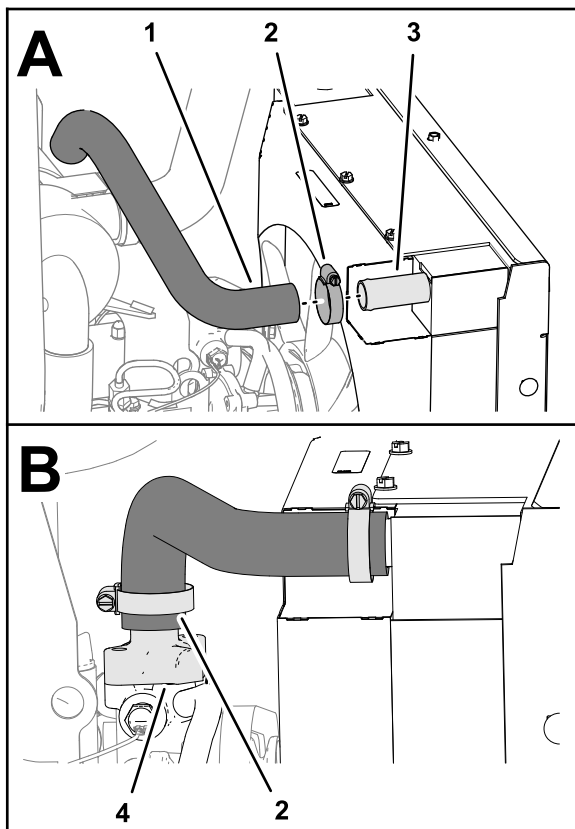

Figura 44
1. Montate il flessibile superiore del radiatore sull'entrata del radiatore senza serrare (Figura 44) con una fascetta stringitubo rimossa in 5 Rimozione dei flessibili del radiatore (pagina 8).
2. Montate l'altra estremità del flessibile del radiatore superiore al vano del termostato del motore (Figura 44) con l'altra fascetta stringitubo rimossa in 5 Rimozione dei flessibili del radiatore (pagina 8).